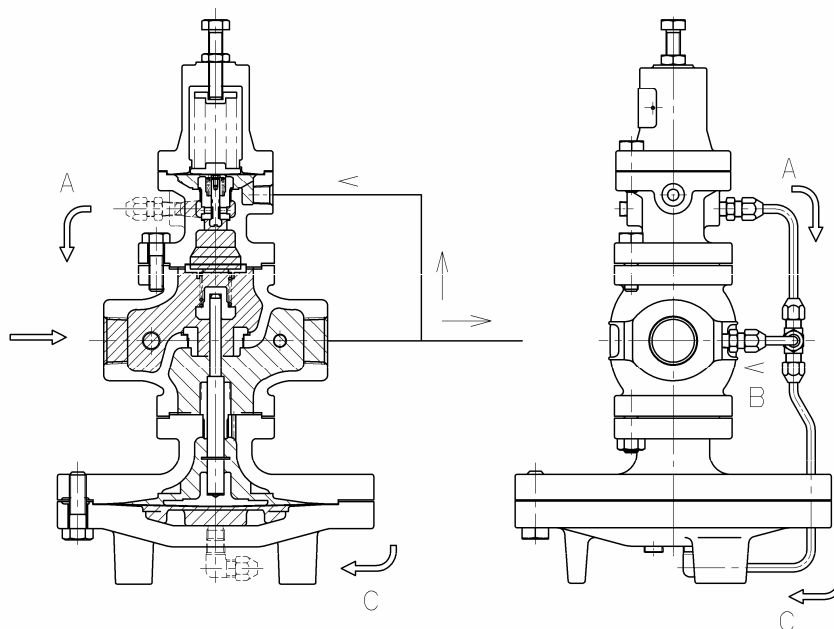

図4
(4) 二次側へ流入した圧力は、検出管を通り、パイロットダイヤフラム室②③-1へ導かれます。パイロットダイヤフラムは二次側圧力を受けて調節ばね②④と釣り合います。二次側圧力の増減によりパイロットダイヤフラムに作用する圧力と、調節ばねが働き合って先立弁弁体の開度を加減して、メインダイヤフラム室への流入量を変化させて主弁の開度を制御し、二次側圧力を適正な圧力に制御します。(図4)